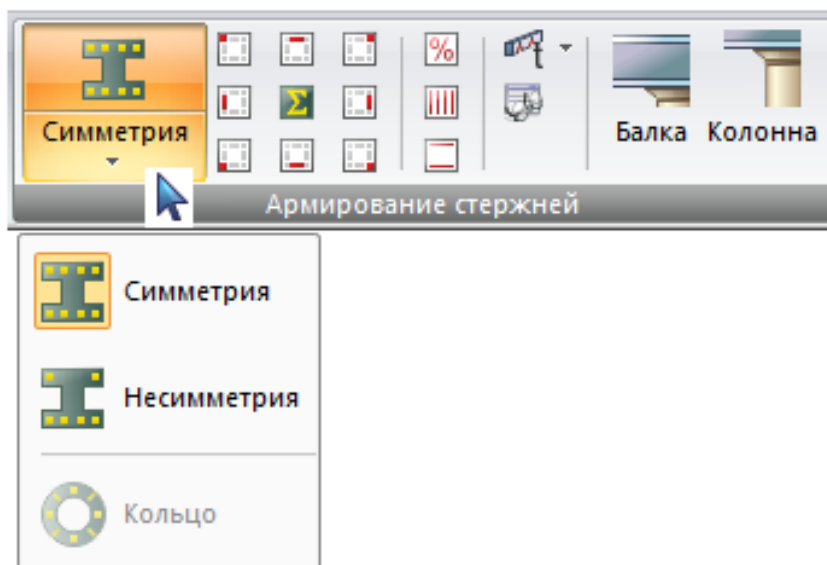

Рис. 20.9. Панель Армирование стержней
- На панели **Стержни** выберите тип армирования: **Несимметрия** (тип **Симметрия** предназначен для колонн), (рис. 20.9).